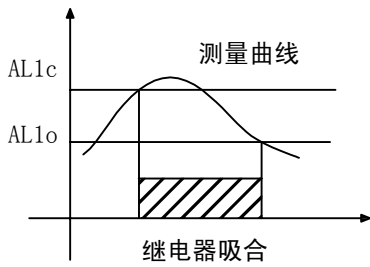

图1
(1) AL1c=AL1o, 继电器不动作。
(2) AL1c>AL1o, 用于上限报警，动作情况如下图1